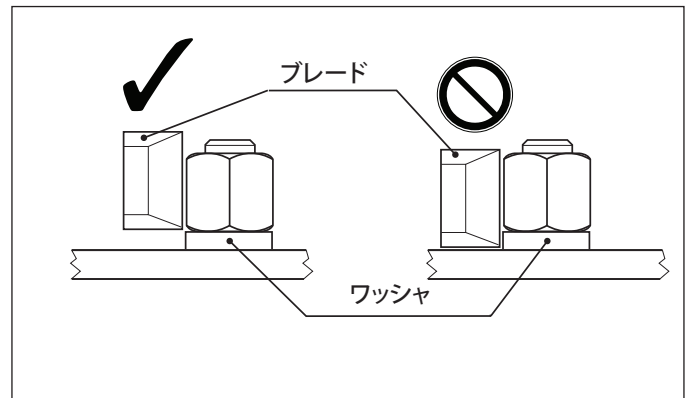

図 9、ブレードの位置
7. 切断ヘッドの下側をフランジに密着させ、ブレードがナットのできる限り底部を切断するようにしてください。ただし、ナットの下にワッシャがある場合、切断ブレードがワッシャに接触しないように、ナットスプリッタの位置を合わせてください。図9を参照してください。